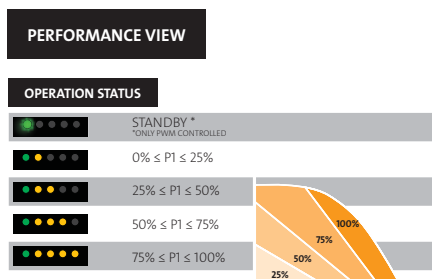

Abb. 35 Betriebsbereich in Abhängigkeit von der Leistungsaufnahme
- Ist die Umwälzpumpe in Betrieb, leuchtet die Meldeleuchte 1 grün. Die vier gelben Meldeleuchten zeigen die aktuelle Leistungsaufnahme, P1, entsprechend der nachfolgenden Tabelle an. Siehe Abb. 35.